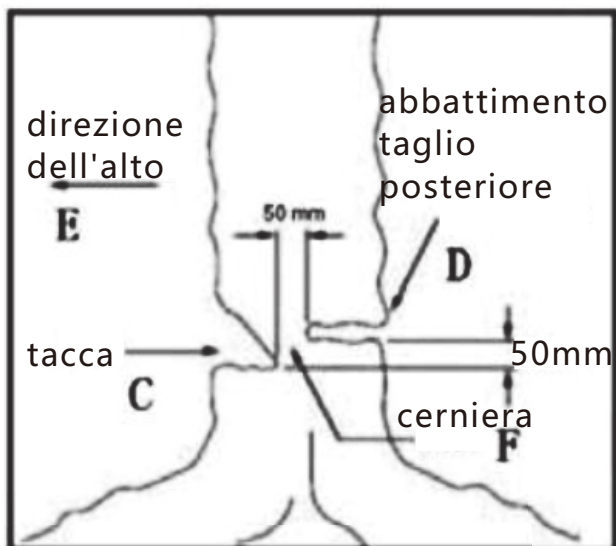

Fig.2B
AVVERTENZA: non camminare mai davanti ad un albero che è stato intagliato. Effettuare il taglio di abbattimento (D) dall'altro lato dell'albero e 3-5 cm sopra il bordo dell'intaglio (C) (Fig. 2B)